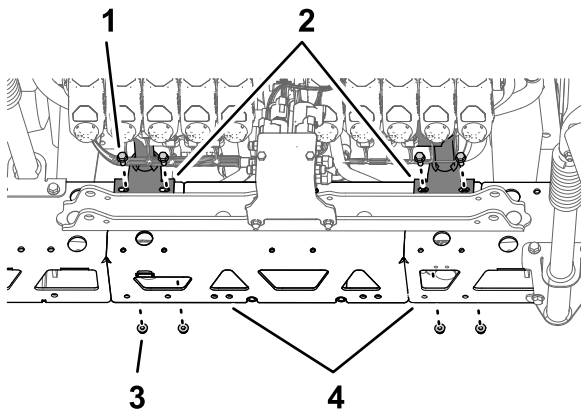

Figura 111
3. Monte el soporte de las válvulas en el perfil del travesaño (Figura 110 y Figura 111) con 4 pernos (5/16" x 3/4") y 4 contratuercas con arandela prensada (5/16").